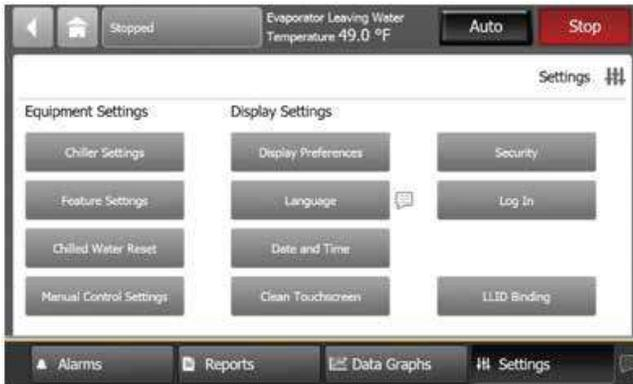

Figura 45. Pantalla de configuraciones de seguridad
1. En la pantalla de Configuraciones, presione el botón Security. Aparece la pantalla Security (Figura 45).